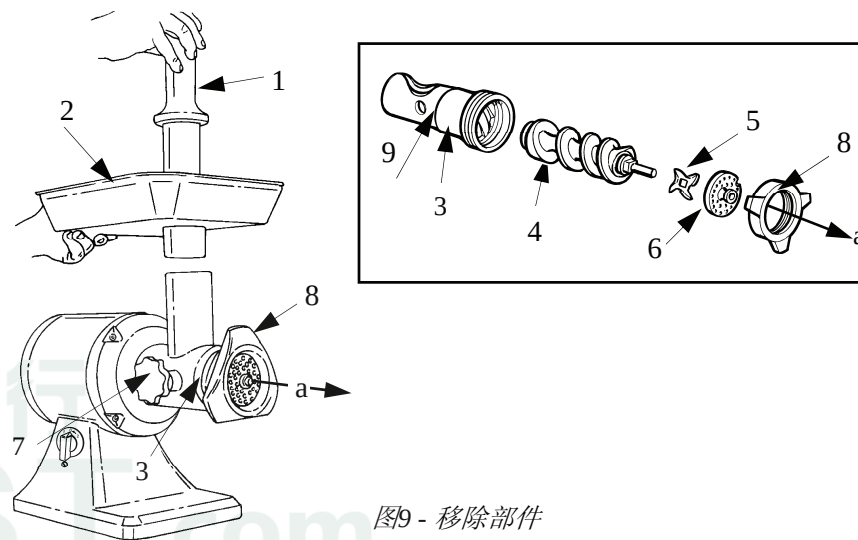

图9 - 移除部件
6.2 - 清洁TC系列机器的步骤 (见图9)
- 移开杵 (1) 和食物托盘 (2);
- 松开锁紧螺母 (8) 并取出刀盘 (6), 刀片 (5) 螺旋进料器 (4); 注意按箭头(a)标示的方向松开。
- 松开旋钮 (7) 并移除绞料器 (3)，通常应按箭头标示的方向。
注意：使用该机器前，要确保所有可拆卸的配件都处于安全状态。（见图9）